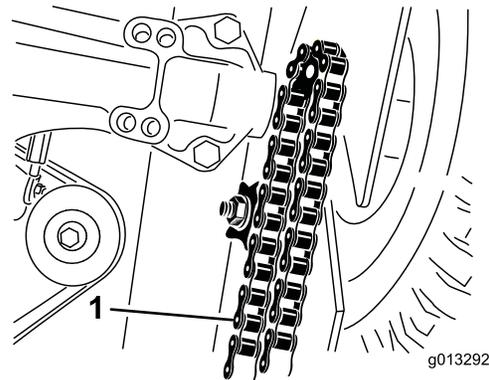

Figura 24
2. Eleve la parte delantera de la máquina para tener acceso a las cadenas (Figura 24) y apóyela sobre un bloque.